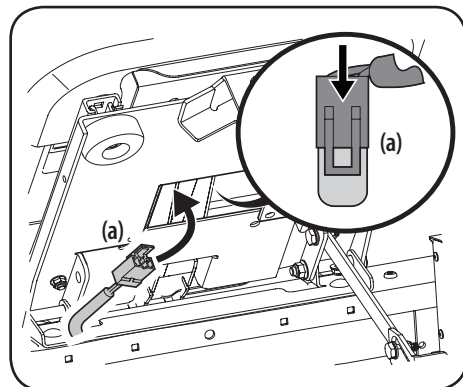

Figure 2-8
4. Insérez le faisceau de fils (a) sous le siège. Voir Figure 2-8.